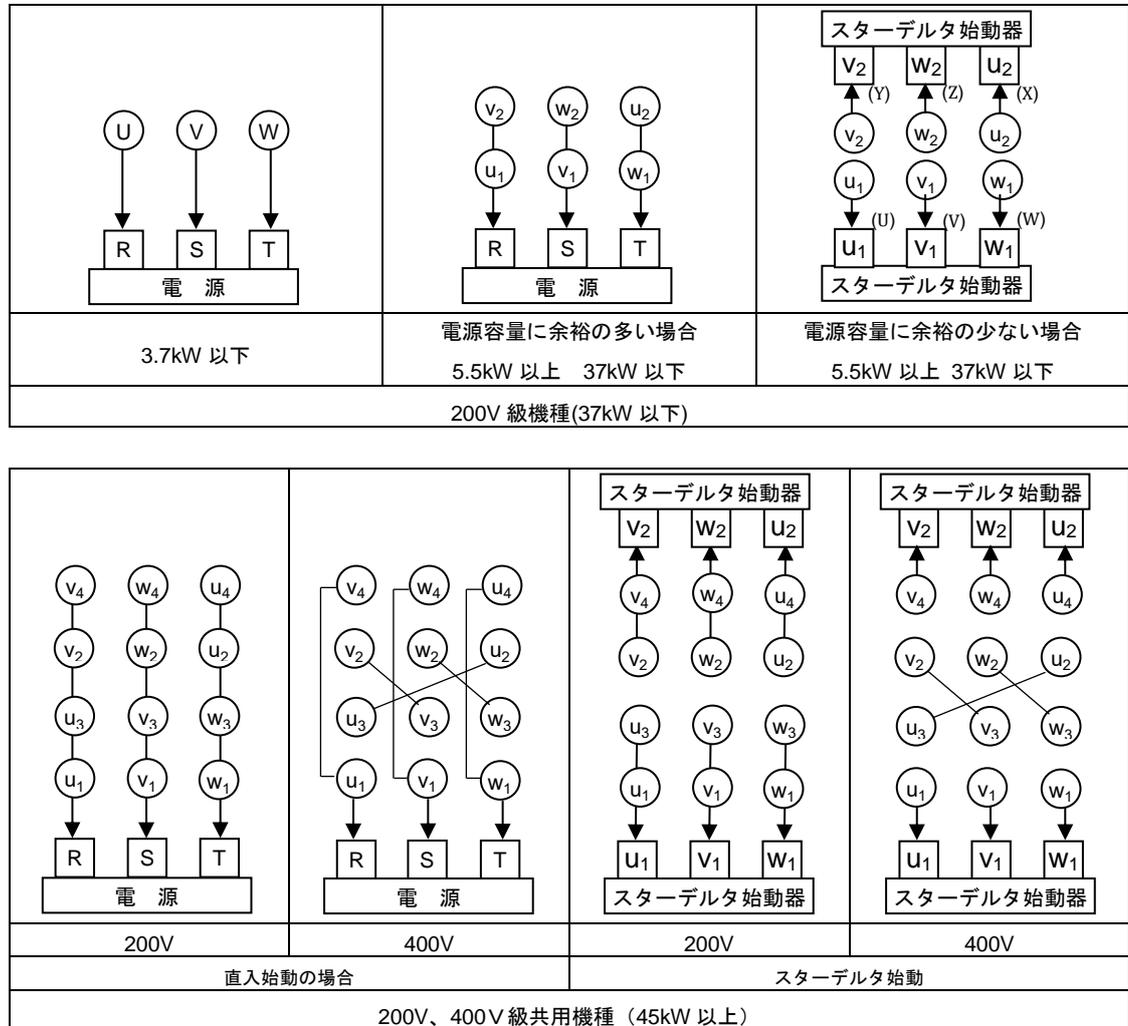
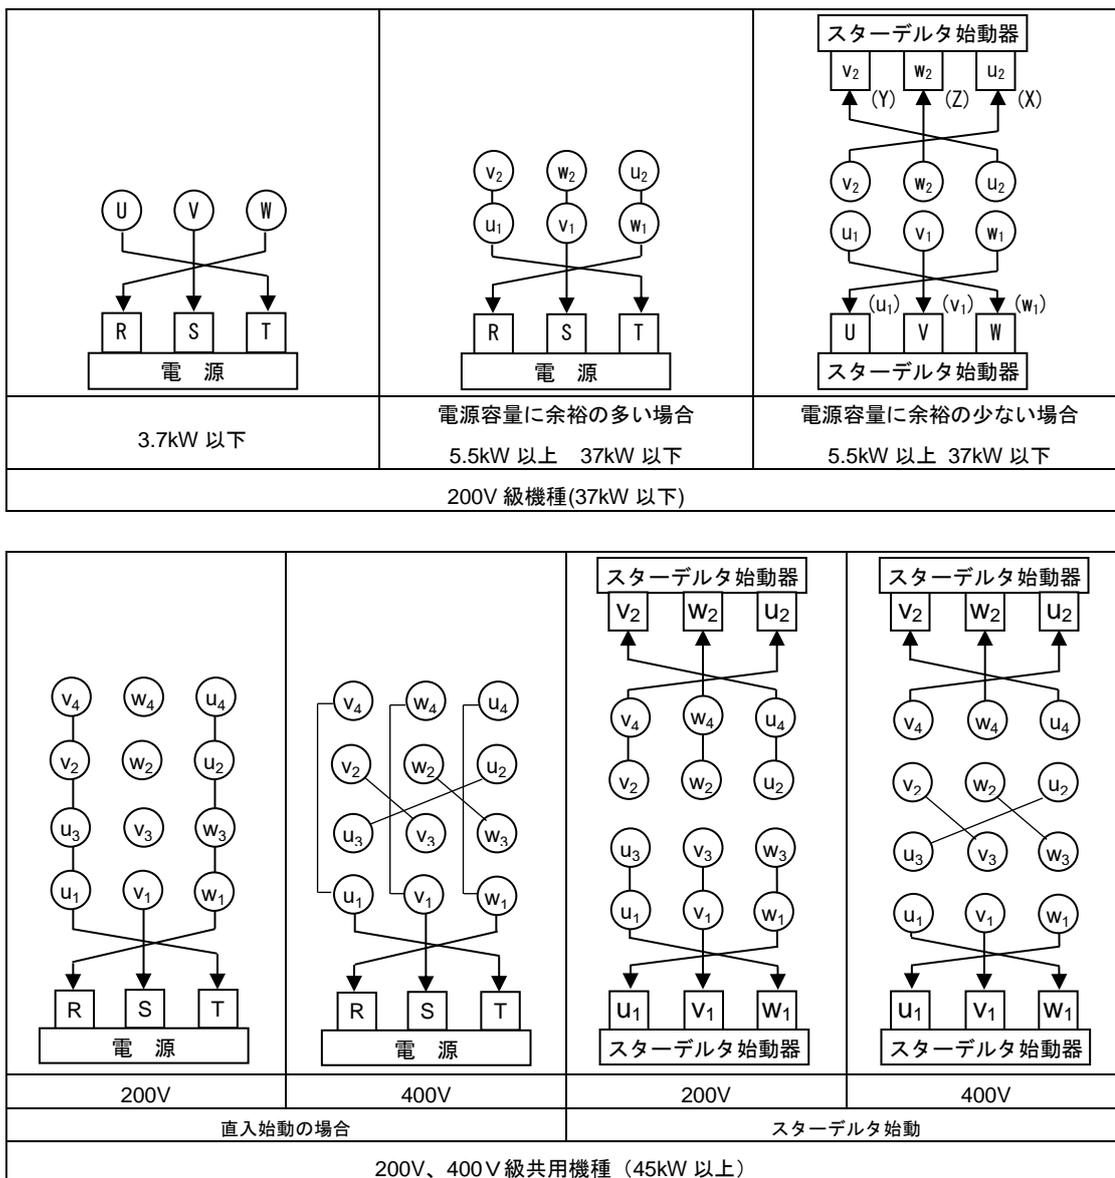

図 12 配線接続図
図 13 配線接続図
- (1) 配線は図 12、図 13 または、電動機のターミナルボックス内ぶたに表示された結線図、もしくは電動機に付属された取扱説明書に従って行ってください。